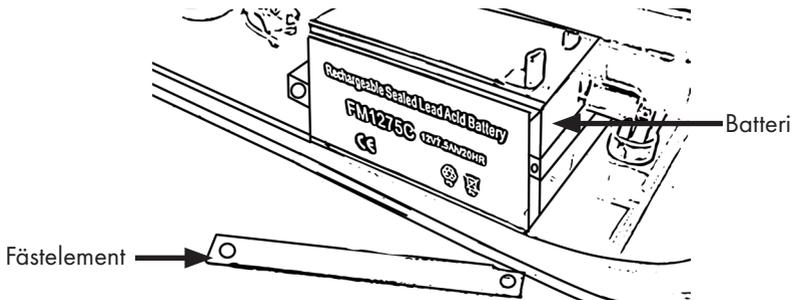

Bild 12
- Sätt först i batteriet enligt bild 12 och skruva fast det med skruvarna på framsidan.